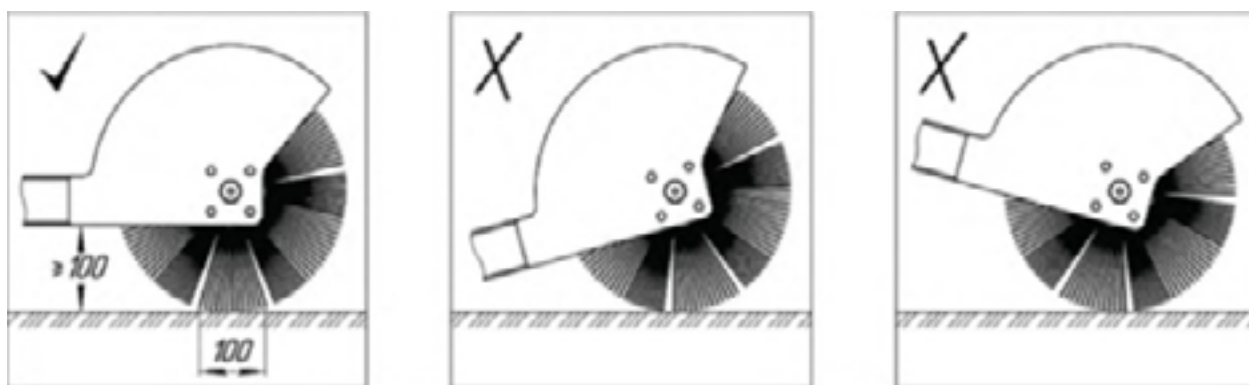

Рисунок 7 – Уровень наклона оборудования относительно земли
1. В процессе работы всегда поддерживайте уровень наклона оборудования относительно поверхности земли. Основание корпуса подметающего катка должно располагаться параллельно плоскости обрабатываемой поверхности вдоль всей длины корпуса (Рис. 7). Особенно это важно, когда щетка повернута под углом к направлению основного движения. Правильно выставленный наклон позволит предотвратить неравномерный износ щетины.